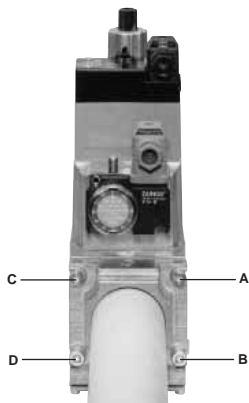
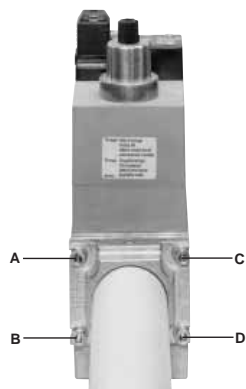
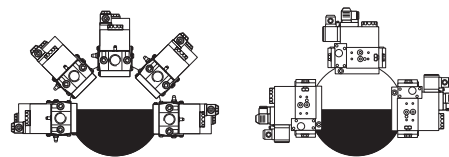

Рис. 7
Рис. 8
Рис. 10
3. Затянуть винты А, В, С и D (Рис. 7 - Рис. 8), (Рис. 10)